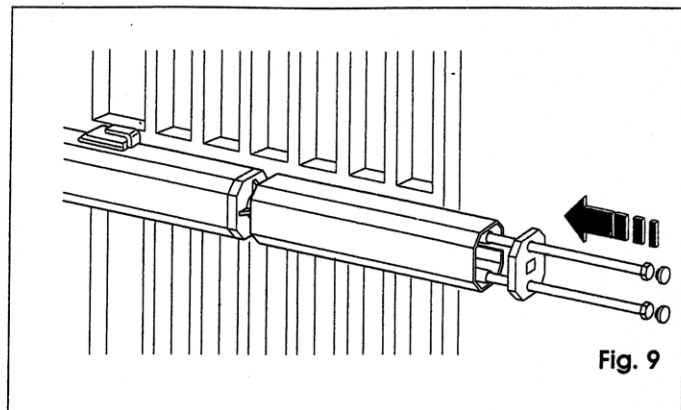
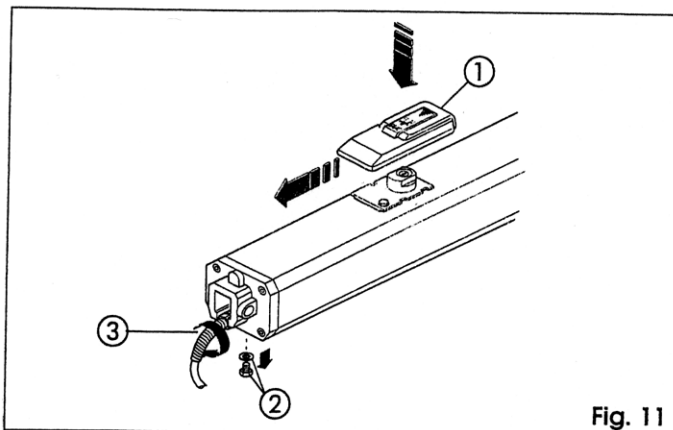

Fig. 9
Fig. 11
- (1) Zaleca się smarować wszystkie sworznie mocujące przyłączy.
- (2) W przypadku braku możliwości wykonania spawów, płyty przyłączy są przygotowane do ewentualnego mocowania za pomocą śrub z kółkami rozporowymi
- 12) Przygotować obudowę i założyć ją na operator jak na rys.9. Założyć dławik kablowy (odn.3,Rys.11).
- Założyć osłonę urządzenia deblokady (odn.1,Rys.11).
- Odkręcić całkowicie ( i zachować dla potrzeb transportu ) śrubę odpowietrzającą (odn.2,Rys.11).